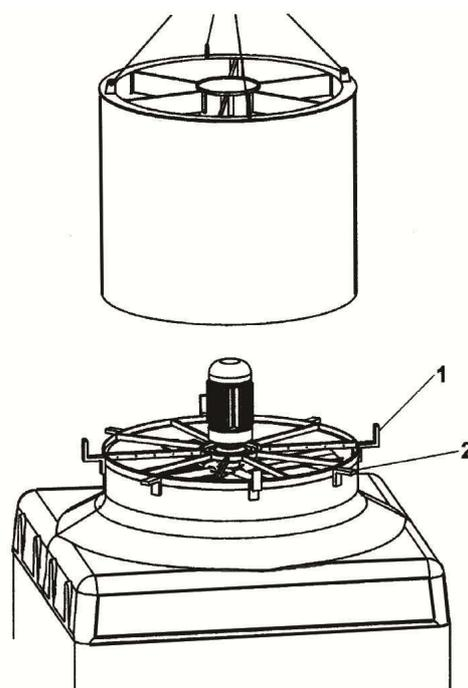

Fig. 11
1. Use the “Z” or “L”-profiles (Fig 11/1), located in one of the spokes of the fan support, as a guide.
3. Locate the silencer on top of the hood, supporting it on the “L” or “Z”-shaped profiles (Fig 11/2) arranged on the fan supporting ring.
1. Placer les profils en forme de « Z » ou « L » (fig. 11/1), qui se trouvent dans un des rayons du support du ventilateur, pour qu’ils servent comme guide.
3. Placer le silencieux sur le capuchon et l’appuyer sur les profils en « L » ou « Z » (fig. 11/2) disposés sur l’anneau support du ventilateur.
1. Colocar los perfiles en forma de “Z” o “L” (fig. 11/1), que se encuentran en uno de los radios del soporte del ventilador, para que sirvan de guía.
3. Situar el silenciador encima de la caperuza y apoyarlo sobre los perfiles en “L” ó “Z” (fig. 11/2) dispuestas en el aro soporte del ventilador.